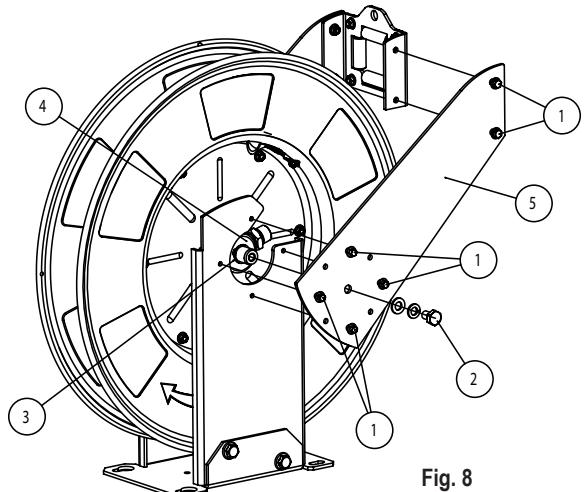
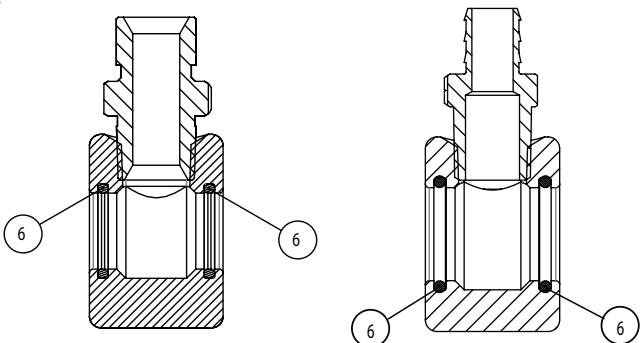

Fig. 8
Fig. 9
- Loosen the screws (1) and (2) (fig. 8), to be able to remove the upper arm.
- Remove the Circlip (3), and pull out the swivel assembly (4).
- Replace the seals (6) (fig. 9).
2. Lossa skruvarna (1) och (2) (fig. 8) så att övre armen kan avlägsnas.
3. Ta bort låsringen (3) och dra försiktigt bort sviveln (4).
4. Byt ut packningarna (6) (fig. 9).
2. Desenrosque los tornillos (1) y (2) (fig. 8), lo que permitirá desmontar el brazo superior del enrollador (5).
3. Retire el Circlip de seguridad (3), y saque el conjunto rótula (4).
4. Sustituya las juntas (6) (fig. 9).